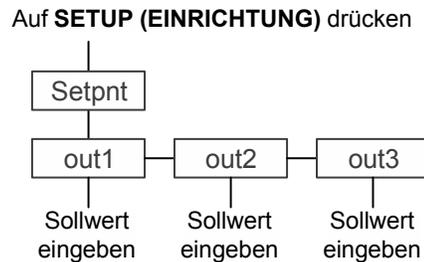

Abbildung 3.1 Sollwertmenü
Sollwerte sind Werte (Gewicht), bei denen Ausgänge automatisch ausgelöst werden. Ausgänge können Relais steuern, die an Ventile, Leuchten, andere Mechanismen usw. angeschlossen sind. Sollwert-Ausgänge können in dem in Abbildung 3.1 gezeigten Sollwertmenü konfiguriert werden.
**SEtPnt (Sollwert)** wird angezeigt. Unten angegebene Schritte, abgebildet in Abbildung 3.1, im Sollwertmenü ausführen